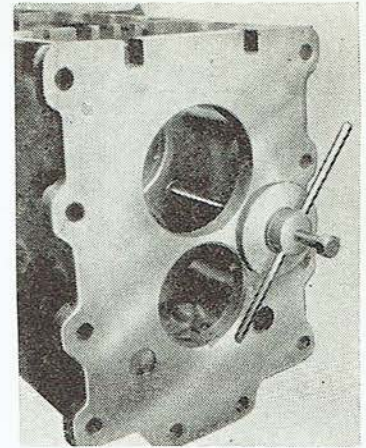

Abb. 125
1. Die Sicherungsschraube ist aus dem Bolzen des Rades des Rückwärtsganges auszuschrauben und mit Hilfe eines Abziehers (Abb. 125) ist der Bolzen aus dem Getriebegehäuse herauszuziehen.